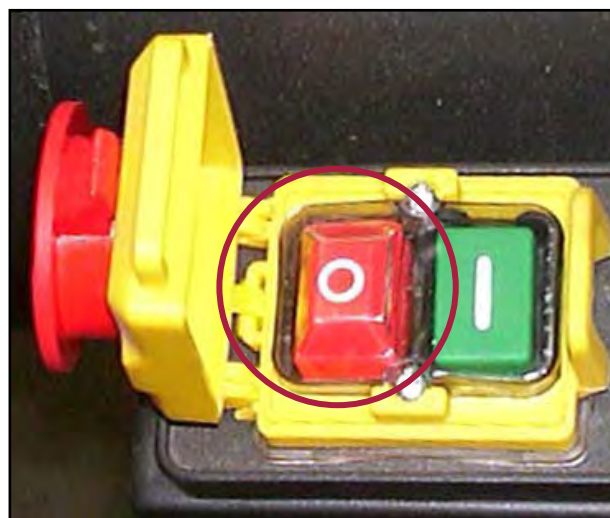

Figura 16 – Dettaglio interruttori.
Il pulsante rosso (O), serve per lo spegnimento (stop) dell'aspiratore per trucioli (Figura 16). Attraverso questo pulsante, viene tolta l'alimentazione al motore elettrico e viene così fermata la rotazione della ventola.
Per lo svuotamento del sacco (o dei sacchi, nel caso l'aspiratore per trucioli sia collegato a due macchine per la lavorazione del legno), fermate la macchina (o le macchine) per la lavorazione legno seguendo le relative istruzioni d'uso e poi l'aspiratore premendo il pulsante rosso (Figura 16) attendendo il completo arresto di tutte le macchine.